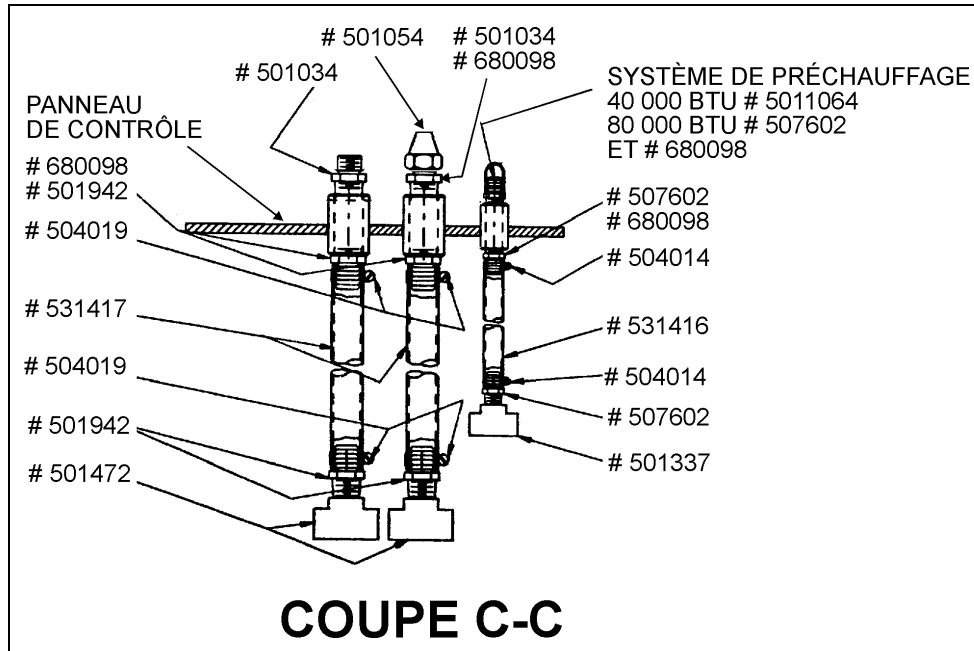

FIGURE 1: ASSEMBLAGE DES TUBES DE SUCCION
1. Assembler les trois tubes de succion sur le nouveau panneau de contrôle du réservoir (Prévoist #032114) comme illustré à la figure 1.